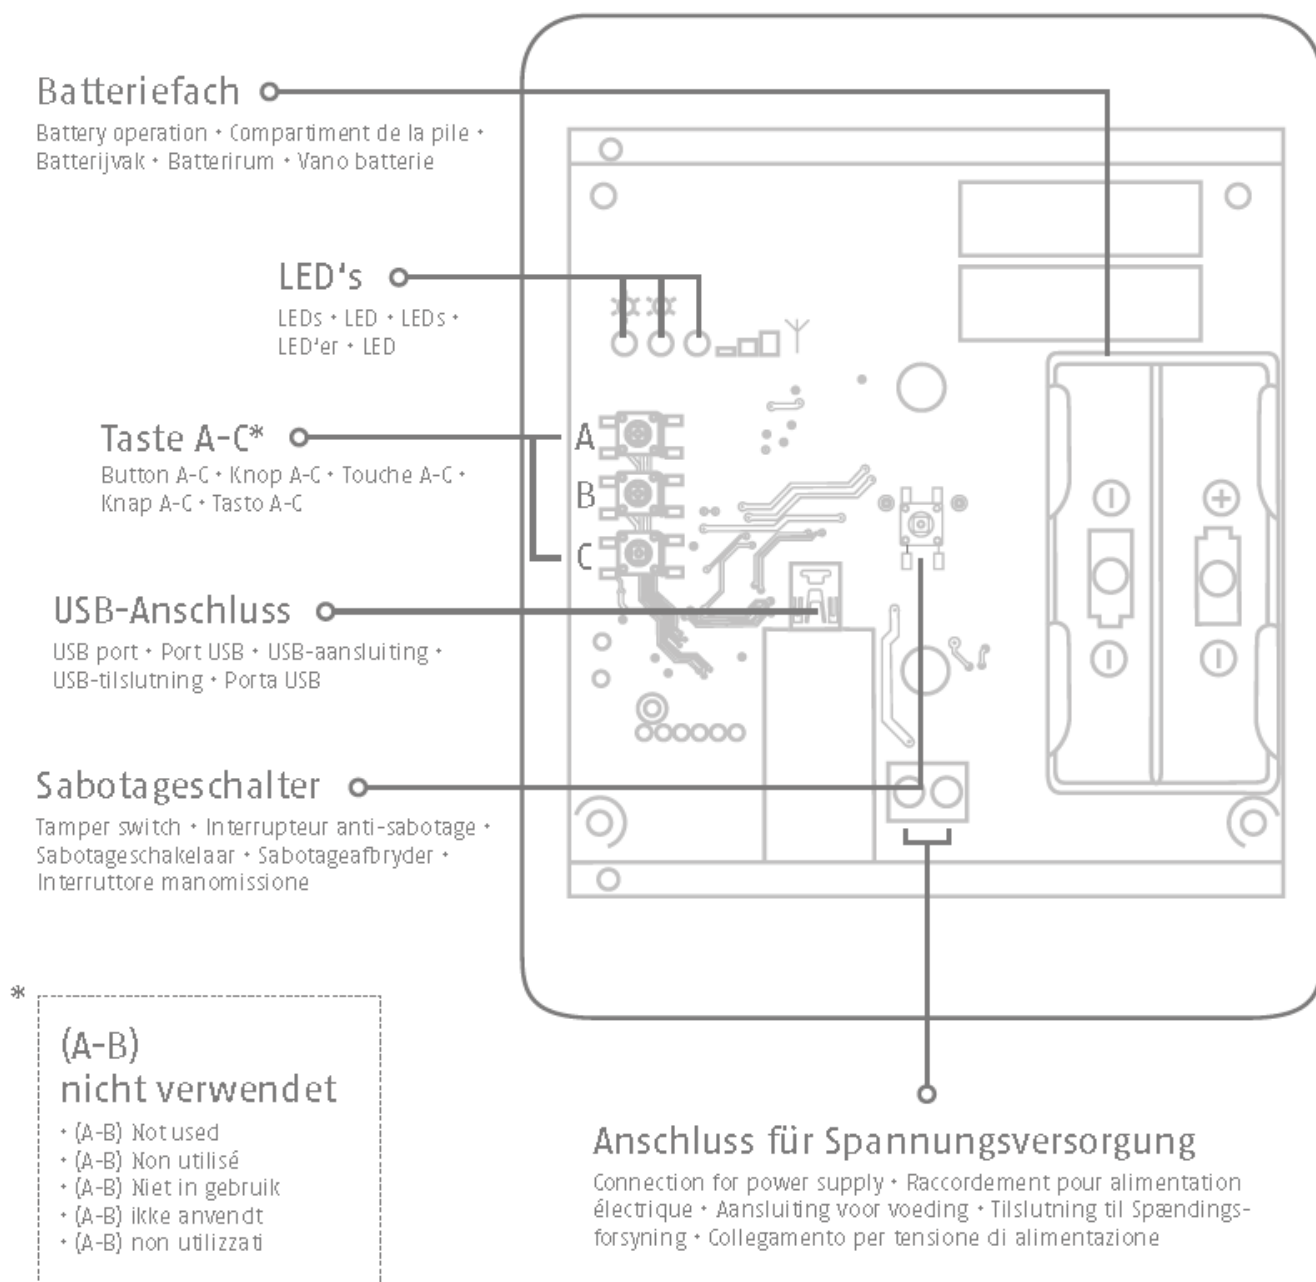

Abbildung 1
- Sie erhalten die Anzeige „Sabotagekontakt des Repeaters aktivieren“. Betätigen Sie den Sabotageschalter (siehe Bild 1)